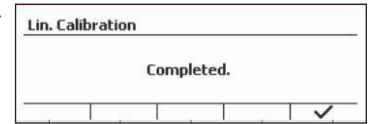

Figure 19
- Le message « Completed » (Terminé) s'affiche alors à l'écran. (Voir Figure 19)